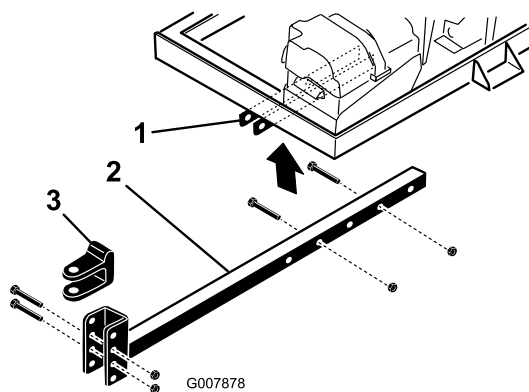

図 7
2. フレーム・ブラケットにヒッチ・チューブに差し込む（図 7）。ボルト (3/8 x 3 in) 2本とフランジ・ナット (3/8 インチ) を使用してヒッチ・チューブをフレームに固定する。
- ・ ヒッチ・クレビス（図 7）をヒッチ・チューブに固定しているボルトとロックナットを外す。
- ・ ヒッチ・チューブをフレーム・ブラケットに固定しているボルトとナットを外す（図 7）。